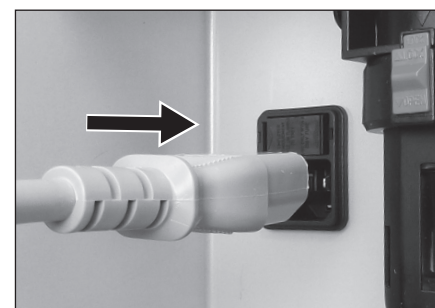

Fig. 10
- 2) Inserte el cable de alimentación de CA en el enchufe del conector en la parte trasera del aparato (Fig. 10).